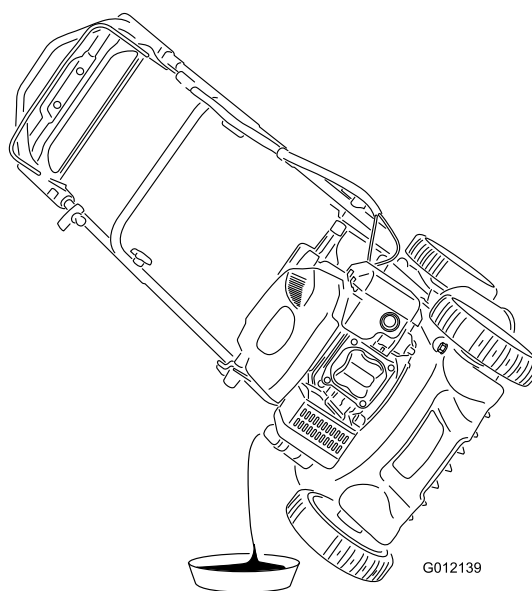

Figura 20
5. Inclinate il tosaerba sul fianco, con l'asta di livello in basso, per vuotare l'olio usato attraverso il tubo di riempimento (Figura 20).